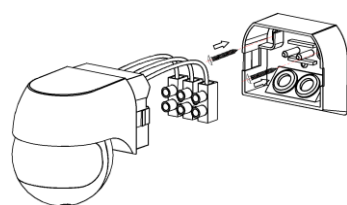

рисунок 2
- Закрепите нижнюю крышку на выбранной позиции. (смотрите рисунок 2)